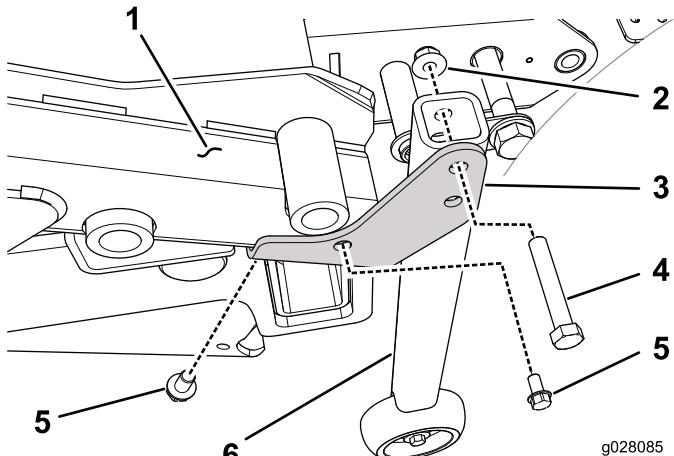

Figura 33
- En unidades de tracción con número de serie superior a 313000001, Monte un soporte de conversión (derecho o izquierdo) en la cara inferior de cada esquina trasera del bastidor de la carcasa con un tornillo autorroscante de 3/8" x 5/8" (Figura 33).
- bastidor de la carcasa con un tornillo (3/8" x 2¹/₄"") y una tuerca con arandela prensada (3/8") (Figura 33).